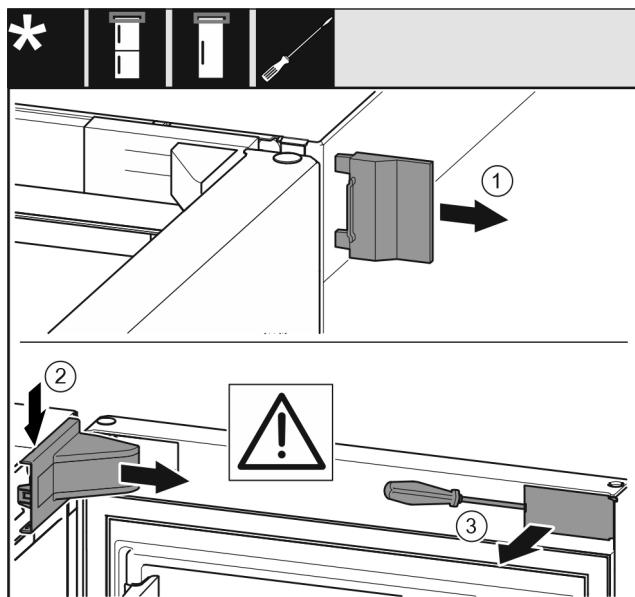

Fig. 8
► 取下外盖。Fig. 8 (1)
► 拆卸并松开托架盖。取下托架盖。Fig. 8 (2)
► 使用带槽螺丝刀松开隔板并把它转到一边。Fig. 8 (3)